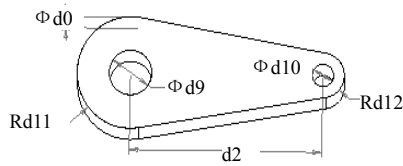
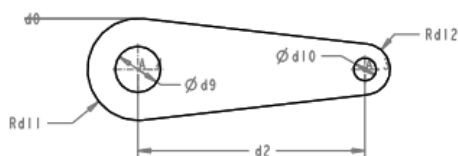

图 7.1.3 在零件模型中创建关系
图 7.1.5 截面草图
在本节中,将给图 7.1.3 所示的零件模型中两个孔的直径添加关系,注意这里的两个孔应该是两个独立的特征。
Step4. 在屏幕中单击模型,此时在模型上显示所有尺寸的参数符号(图 7.1.3);在工具栏中单击  按钮(即图 7.1.4 中的按钮 G),可以使模型尺寸在符号与数值间进行切换。
这里将给图 7.1.3 所示的零件模型中的基础特征的截面添加关系。该特征的截面草图如图 7.1.5 所示。